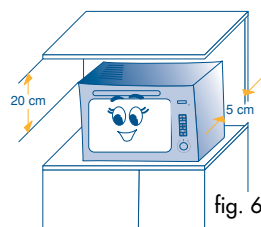

fig. 6
- 1) Estrarre il forno dall'imballo, rimuovere la protezione contenente il piatto rotante (H), il relativo supporto (I) e tutti gli accessori. Verificare che il perno del piatto rotante (D) sia inserito correttamente nell'apposita sede al centro del piatto rotante.
- 5) **Dopo aver posizionato l'apparecchio sul piano di lavoro, verificare che rimanga uno spazio di circa 5 cm tra le superfici dell'apparecchio, le pareti laterali e la parte posteriore, ed uno spazio libero di almeno 20 cm. sopra il forno (fig. 6).**